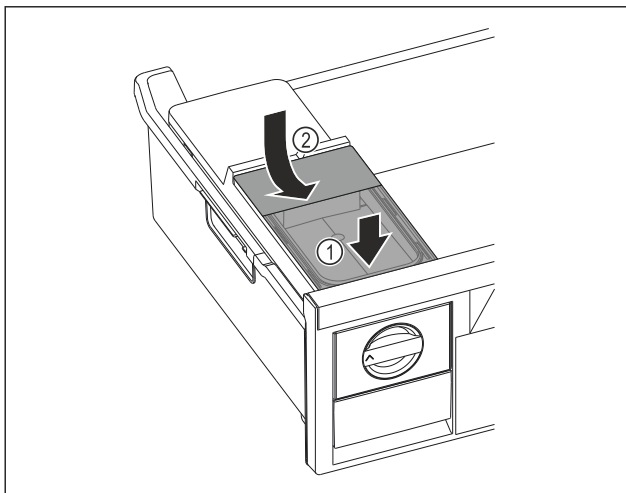

Fig. 101
- ▶ Colocar el depósito de agua por delante. Fig. 101 (1)
- ▶ Bajar el depósito de agua por detrás. Fig. 101 (2)